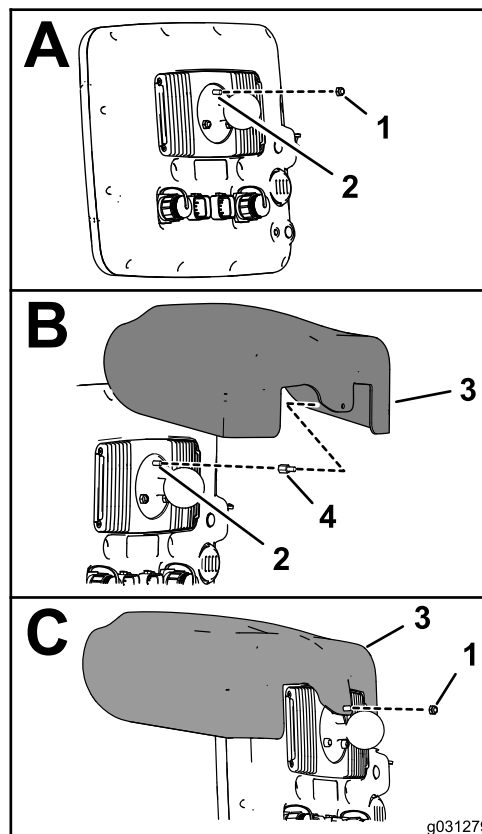

Рисунок 149
1. В задней части монитора опрыскивателя выверните верхнюю контргайку (5 мм) с резьбового стержня крепления шарового шарнира, проследив, чтобы 2 разъема (26 контактов) были направлены вниз (Рисунок 149).
3. Наверните переходник на резьбовой стержень крепления шарового шарнира (Рисунок 149) и затяните переходник с моментом 250 Н·см.
5. Совместите отверстие в кожухе дисплея со стержневой частью резьбового переходника (Рисунок 149).
6. Установите кожух на монитор (Рисунок 149) при помощи контргайки (5 мм), снятой при выполнении пункта 1.